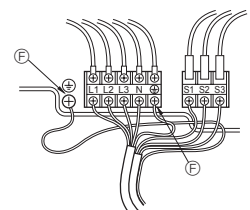

Fig. 6-2
### 6.1. Unità esterna (Fig. 6-1, Fig. 6-2)
- 2 Posizionare i cavi secondo la Fig. 6-1 e la Fig. 6-2.